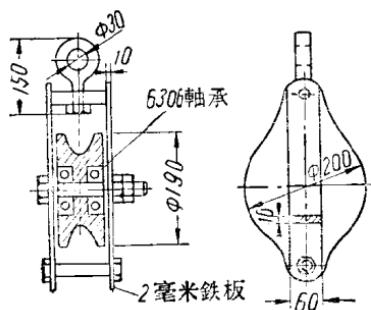

图 1-6 滑車
(2) 用特制的滑車(图1-6)吊主绳。滑車是铰联的，可以向前后左右任意偏摆，以适应主绳的变向。在横梁上切个槽，用卡子将滑車吊在横梁下面，主绳穿在滑輪中滑行。滑輪的悬挂位置是固定的，距外軌側架杆1.1米。